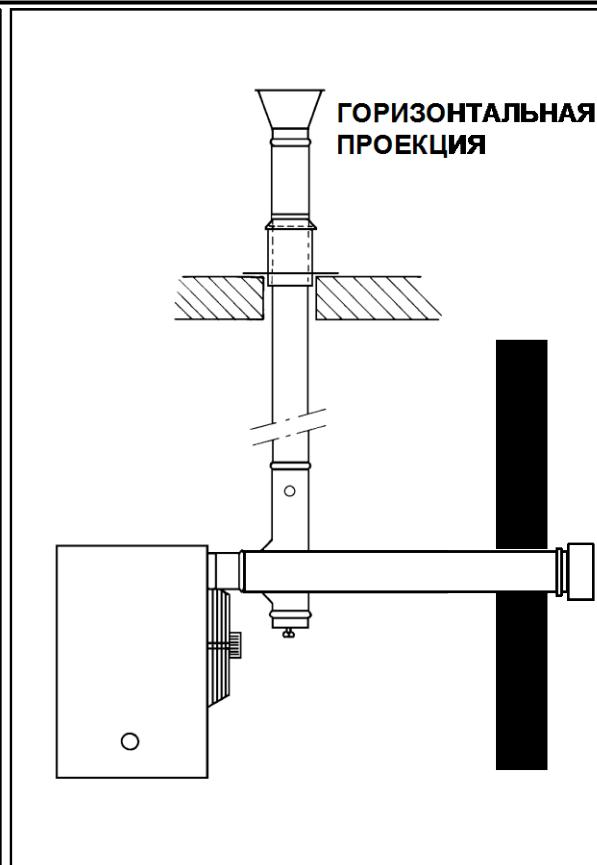

Рисунок 11
- **тип установки C₅₃:** рабочее пространство герметично относительно схемы сгорания. Установка со входной подачей воздуха и выводом выхлопных газов, используя отдельные трубы на разных стенах, например, если труба подачи воздуха монтируется на стене позади устройства, а трубы вывода продуктов сгорания на кровле (см. рисунок 11).